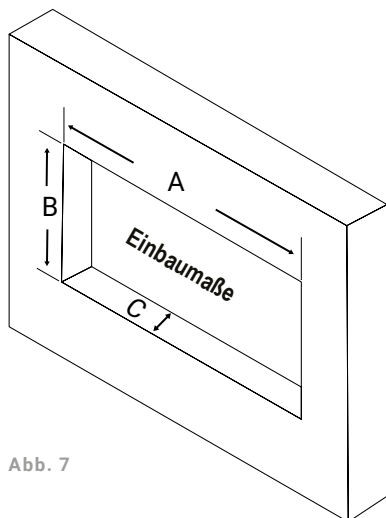

Abb. 7
1. Wählen Sie einen Ort, der nicht anfällig für Feuchtigkeit ist und den ist und den vorgeschriebenen Mindestabständen entspricht. Stellen Sie sicher, dass die Öffnung groß genug für das Einbaumaß ist (siehe Abbildung 7).